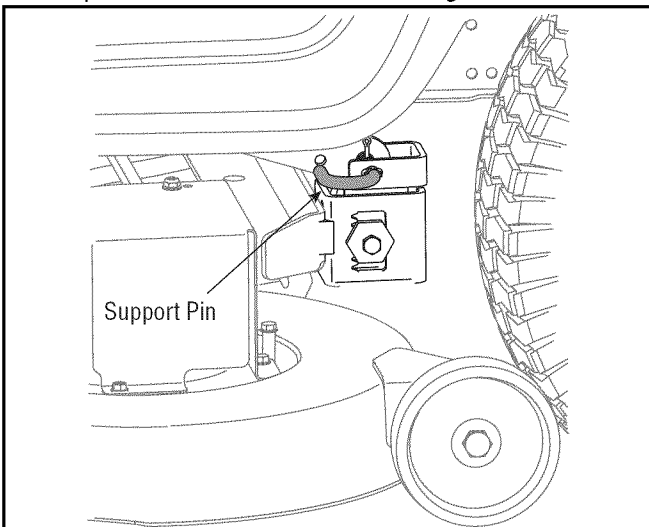

Figura 15
- Mirando a la cubierta de corte desde el lado izquierdo del tractor, localice el broche de sostén de la cubierta ubicado en el lateral posterior izquierdo de la cubierta. Vea la Figura 15.